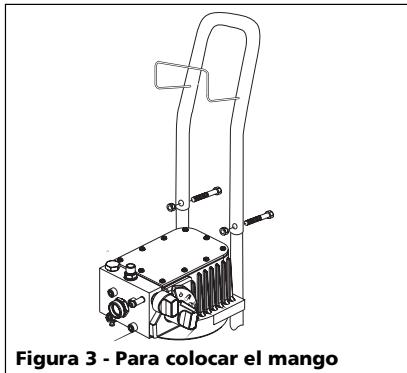

Figura 3 - Para colocar el mango
4. Inserte el mango sobre la carretilla. Introduzca los pernos preensamblados en los orificios. Asegure cada perno con una tuerca. Apriete con una llave. El colgadero de la manguera debe estar hacia la bomba (Vea la Figura 3).